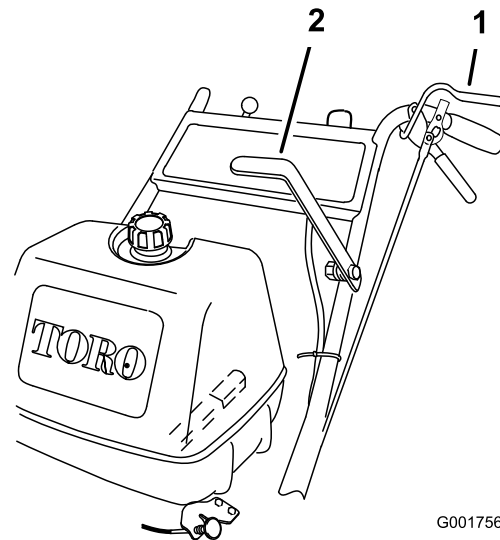

Figura 7
1. Apriete las palancas de control de presencia del operador contra el manillar (Figura 7).
2. Empuje la palanca de control de las cuchillas (TDF) firmemente hacia adelante hasta que se enganche en el centro (Figura 7).
Tire de la palanca de control de las cuchillas (TDF) hacia atrás del todo (Figura 7).